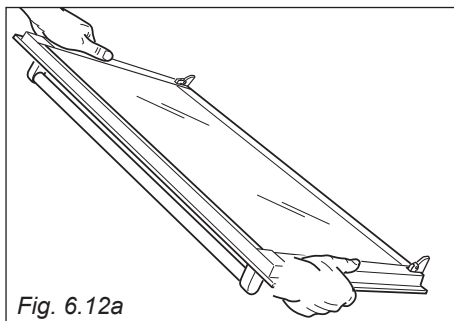

Fig. 6.12a
1. Afferrare saldamente la porta (fig. 6.12a).